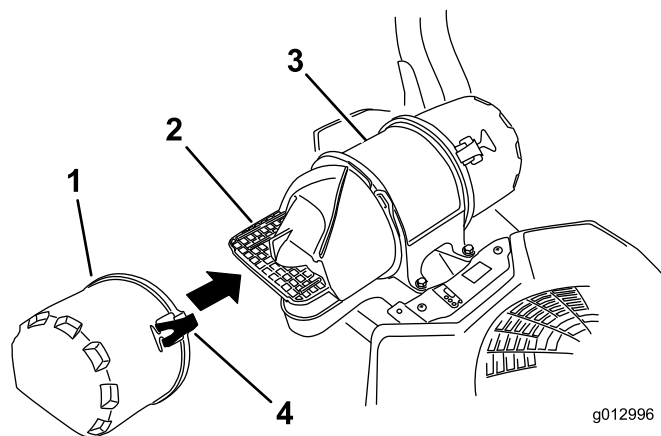

Figure 31
3. Déverrouillez le filtre à air et détachez le couvercle du boîtier du filtre (Figure 31).
5. Reposez le couvercle d'entrée d'air et fixez-le avec les verrous (Figure 31).
- Remettez en place et verrouillez le couvercle du filtre à air (Figure 31).